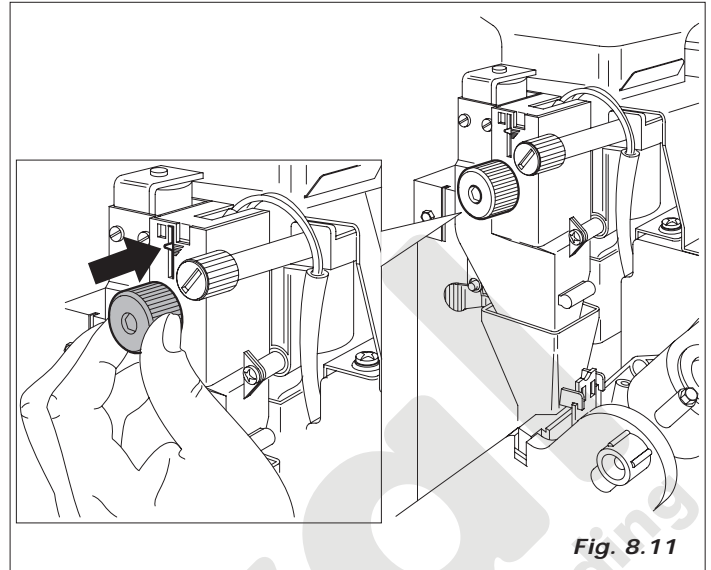

Fig. 8.11
- **Gramaje del café molido.** Variar la cantidad actuando sobre el botón puesto en el dosificador (Fig.8.11).